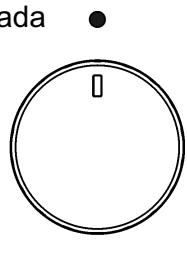

FIG. 1
Prima e gire o manípulo correspondente ao queimador a utilizar para a esquerda até à posição de Máximo (chama grande fig. 1) e aproxime um fósforo aceso perto do queimador.
Com os queimadores providos de termopar de segurança, é necessário girar para a esquerda o botão correspondente ao queimador que pretende utilizar, colocá-lo na posição de Máximo (lume forte fig. 1) até perceber uma pequena paragem e premir então o botão. Com o queimador aceso, mantenha o botão premido durante cerca de 10 segundos. Para todos os modelos, se a chama apagar accidentalmente, coloque o botão de comando do queimador na posição fechada e aguarde pelo menos 1 minuto antes de tentar um novo acendimento.
- Quando a água começar a ferver, coloque o botão na posição de Mínimo (lume brando fig. 1).
- queimadores com dispositivo de falha de chama só pode ser inflamado quando o botão tem-se relacionado com o total de Setembro, sobre a posição (chama grande fig. 1).